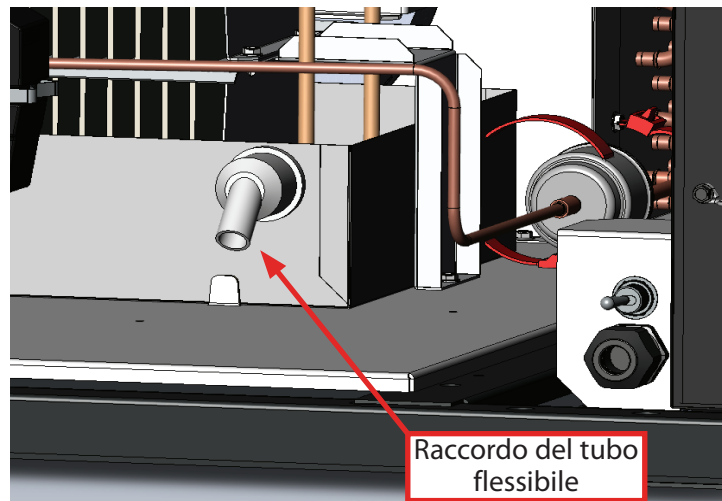

Fig. 1. Retro dell'armadietto con la griglia di metallo rimossa.
2. Togliere la griglia di metallo posteriore ( Si veda la fig. 1).